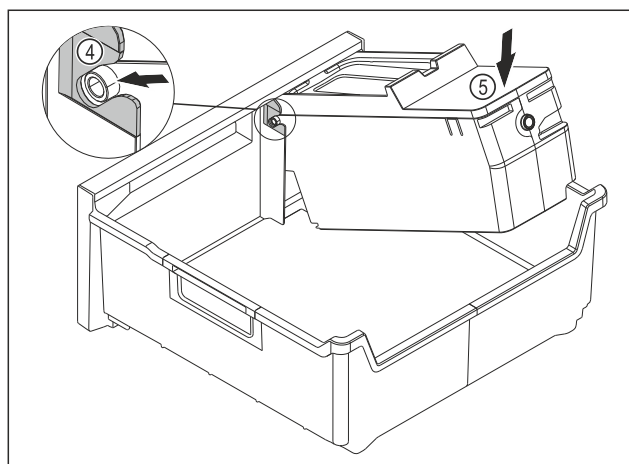

Fig. 109
- ▶ Встановіть корпус EasyTwist-Ice: Вставте осі корпусу EasyTwist-Ice в напрямні Fig. 109 (4).
- ▶ Натисніть на корпус EasyTwist-Ice Fig. 109 (5) ззаду вниз.